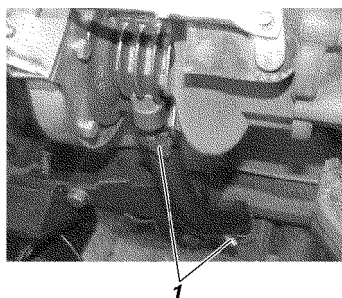

Рис. 4.172. Шланг слива масла:
11. Ослабить хомуты 1 (рис. 4.172) и снять шланг 2 слива масла.